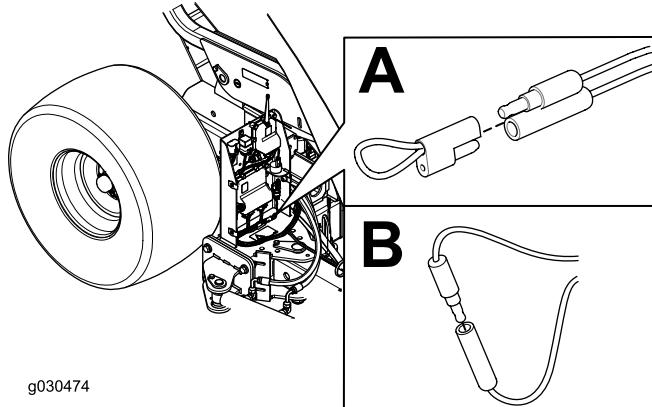

Figura 41
4. Retire el tapón de los 2 conectores de derivación diagnósticos (Figura 41 A).
5. Conecte entre sí los conectores de derivación diagnósticos (Figura 41 B).